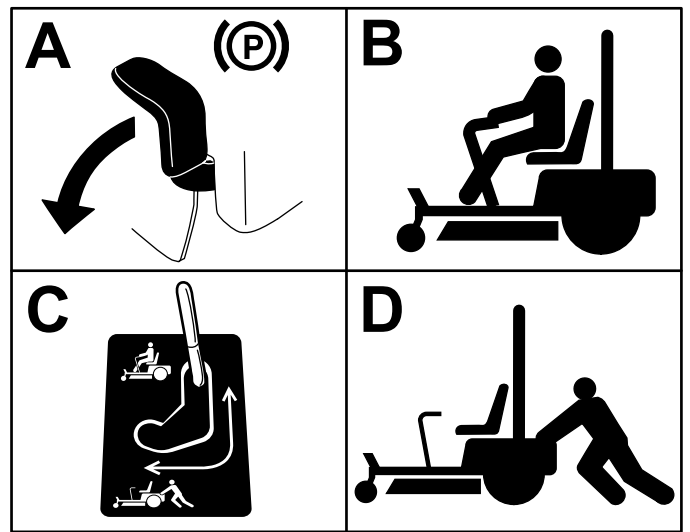

Figure 38
3. Pour pousser la machine, déplacez les leviers de dérivation en arrière et vers l'extérieur pour les bloquer en place comme montré à la Figure 38.